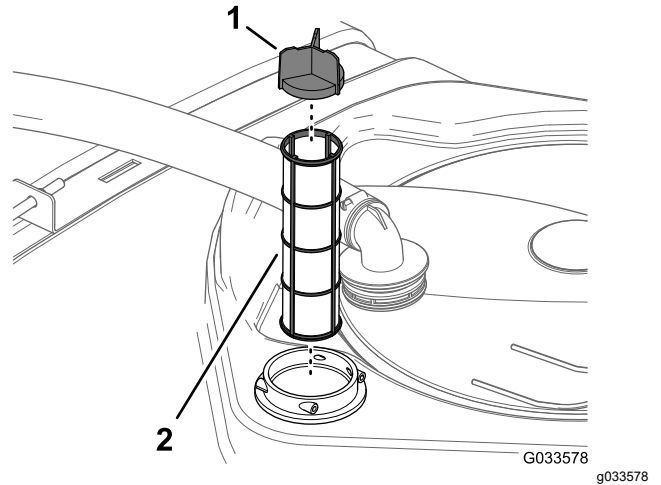

Figure 87
4. Sortez la crépine d'aspiration du logement du filtre dans le réservoir (Figure 87).